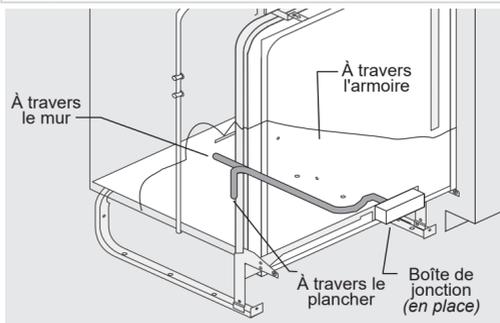

Figure 14
- Enlevez le couvercle de la boîte de jonction et tirez le câblage de la maison dans la boîte de jonction. **Voir Figures 14 et 15.**